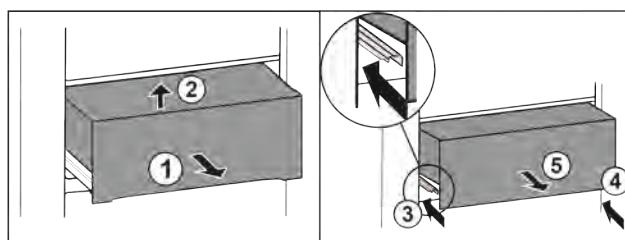

Fig. 28
► Вытяните выдвижной ящик наполовину Fig. 28 (1).
► Приподнимите спереди Fig. 28 (2).
► Вставьте левую направляющую Fig. 28 (3).
► Вставьте правую направляющую Fig. 28 (4).
► Извлеките выдвижной ящик движением вперед Fig. 28 (5).